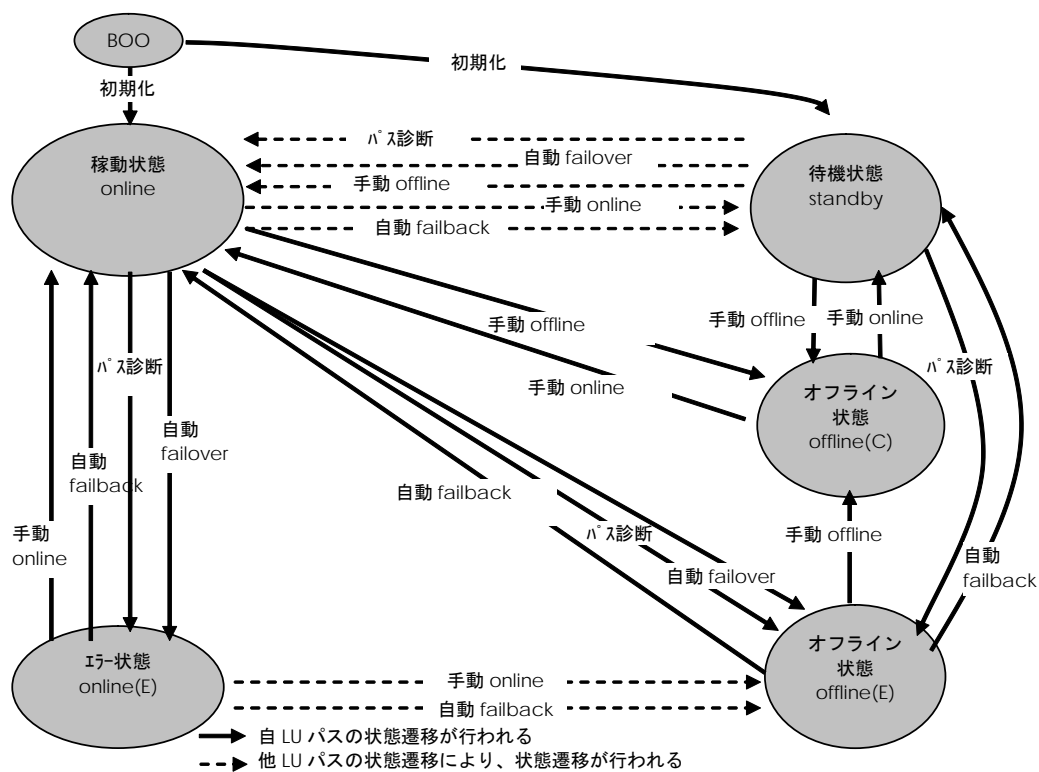

図 2-3 LU パスの状態遷移
LU パスの状態には、online、online(E)、standby、offline(C)、offline(E)の 5 つの状態があります。表に各状態の説明を、図 2-3 に状態遷移図を示します。
ユーティリティソフトから変更できるパスの状態の詳細は、「LU パスの状態」図 2-3 LU パスの状態遷移 を参照してください。
- (1) HFC-PCM-2 が認識する LU パスのうち、online 状態又は standby 状態の LU パスが診断対象となります。自動 Failback が有効な場合は、online(E) 状態 及び offline(E) 状態の LU パスも診断対象となります。
- (2) 診断する LU パスは自動的に選択されます。手動で選択することはできません。
- (3) パス診断の実行の有無、診断間隔は、ユーティリティソフトにより変更することができます。
- (4) パス診断中に障害を検出した場合は、パスの状態が offline(E)または online(E) に変更されます。
- (5) パス診断によるパス状態の遷移については、「LU パスの状態」図 2-3 LU パスの状態遷移 を参照してください。
- (6) ディスク以外のデバイス(Tape 等)は HFC-PCM-2 の管理対象外です。パス診断は実行されません。
- (7) 表 2-7 パス診断機能と同等処理を行なうオペレーション に示すオペレーションを契機に、パス診断機能と同等の処理を実行します。